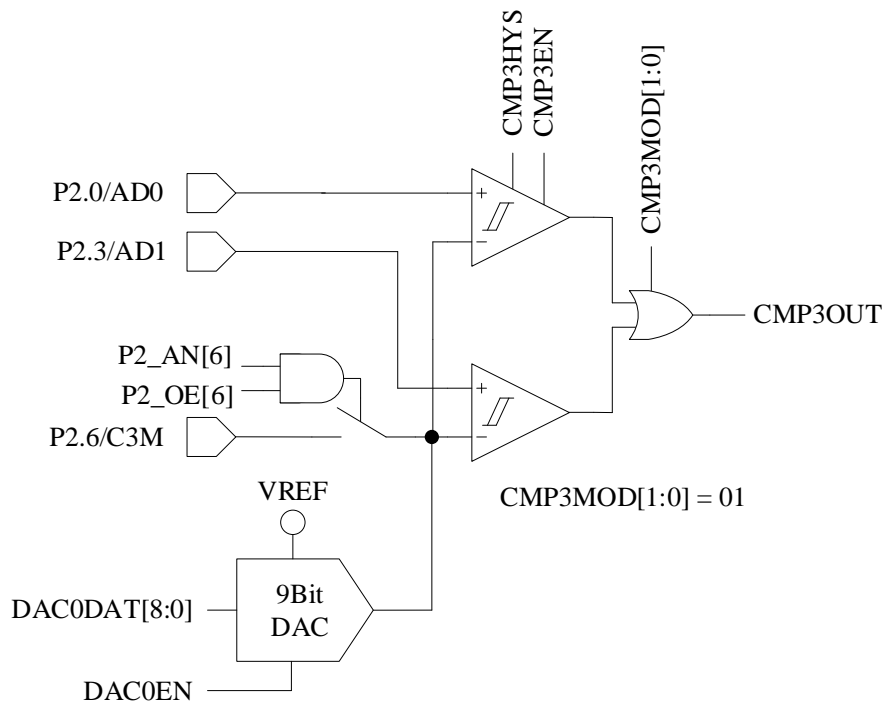

图 29-3 双比较器输入模式
- 配置 CMP_CR1[CMP3MOD] = 01，CMP3 为双比较器输入模式，具体输入输出端口及接法如图 29-3 所示